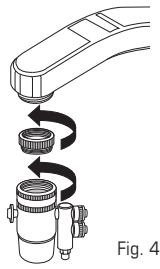

Fig. 4
- Si no cabe, **conecte** el adaptador texturizado adecuado con rosca interna y arandela en el extremo de su llave (Fig. 4).